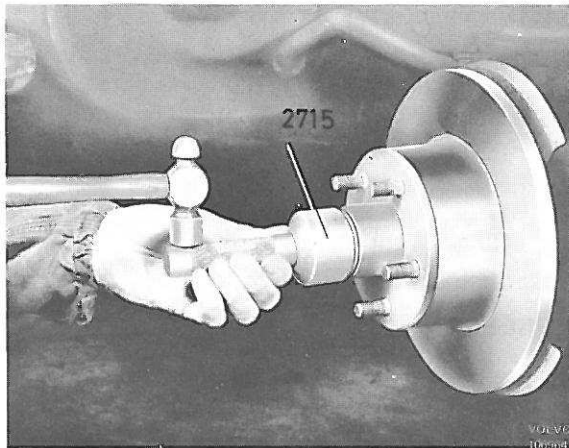
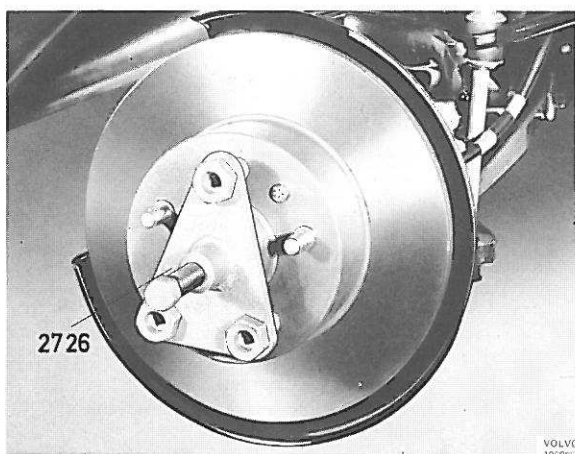
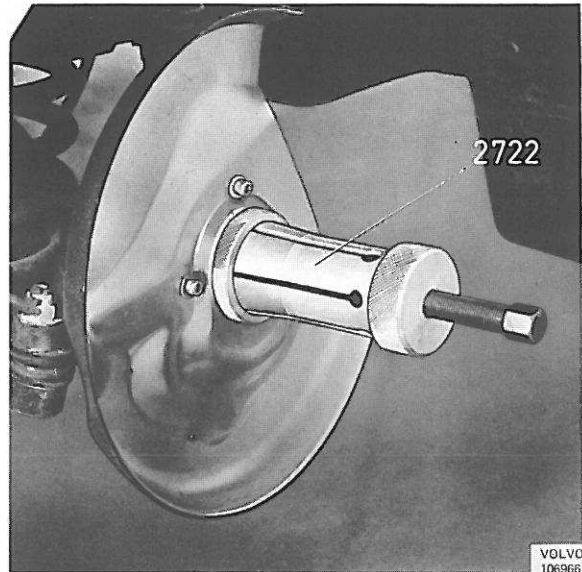

Figure 21. Démontage du chapeau de moyeu
Figure 22. Démontage de moyeu
Figure 23. Démontage du roulement intérieur
5. Démontez le chapeau de moyeu en se servant de l'outil 2715, figure 21. Retirez la goupille fendue et enlevez l'écrou crénelé. Démontez le moyeu en se servant de l'extracteur 2726, figure 22. Si nécessaire, extrairez le roulement intérieur de la fusée de roue en se servant de l'extracteur 2722, figure 23.